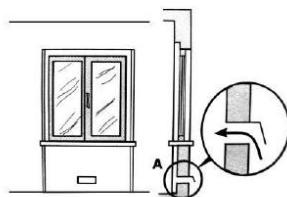
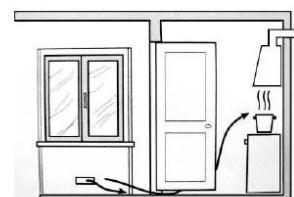

Fig.3
Fig.4
- b) Das lufteinlassloch für die belüftung muss groß genug sein, um einen luftstrom von mindestens $2 \text{ m}^3 / \text{h}$ pro kw installierter wärmekapazität zu ermöglichen. Der außenlufteinlasskanal für die belüftung muss mindestens 100 cm^2 groß sein und darf nicht leicht verstopft werden. Gasgeräte ohne sicherheitsvorrichtungen müssen eine belüftung aufweisen, die das doppelte volumen eines geschützten geräts beträgt. Zum beispiel ein minimum von 200 cm^2 (Fig. 3), eine andere option (weniger ratsam) wäre die verwendung eines angrenzenden raums mit belüftungseinlass (Fig. 4). In diesem fall muss die tür im unteren teil ausreichend spiel haben, um zu ermöglichen belüftung auch im geschlossenen zustand.